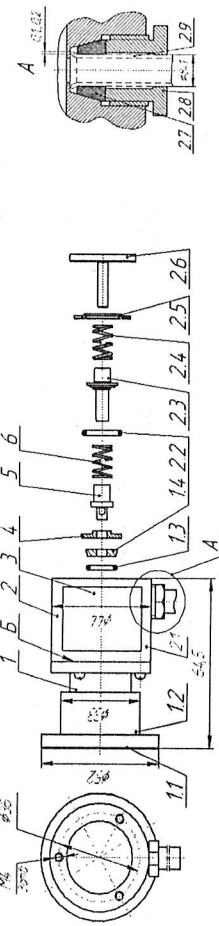

Рисунок 2. Клапан Е
В комплект поставки входит (см. рис.2):
Для удобства монтажа и обслуживания клапан Е (рис.2) разделяется на два функциональных узла: ловитель (1), цоколь (2), и детали рабочего клапана: шайба уплотнительная (4), шток (5), пружина (6). Ловитель и детали рабочего клапана доступны для обслуживания и замены при отделении ловителя от цоколя.
Для удобства монтажа и обслуживания клапан Е (рис.2) разделяется на два функциональных узла: ловитель (1), цоколь (2), и детали рабочего клапана: шайба уплотнительная (4), шток (5), пружина (6). Детали рабочего клапана доступны для обслуживания и замены при отделении ловителя от цоколя.
4.2 На вводную трубку одеть резьбовую и конусную полимерную втулку и вмонтировать в резьбовое отверстие цоколя клапана в соответствии с рис. 2 - вид А. Вводную трубку вставить в соответствующую конусную магистраль подачи медицинских газов или создания вакуума. В резьбовое отверстие цоколя может монтироваться непосредственно трубка магистралей подачи медицинских газов или создания вакуума, если она имеет размеры, соответствующие вводной трубке. При этом её необходимо предварительно снабдить конусной и резьбовой втулками, как указано для вводной трубки, а её торцы перед монтажом в цокль развальцевать в соответствии с рисунком 2 - вид А.
- отсоединить ловитель от цоколя, вывернув три винта М4, извлечь детали рабочего клапана, а также уплотнитель штуцера и фланец (4, 5, 6, 1.3 и 1.4 - рис.2). После выполнения этой операции клапан обслуживания, расположенный в корпусе цоколя, герметизирует магистраль подачи медицинского газа и давление в ней может быть доведено до рабочего значения выбранным пользователем для этой магистрали;